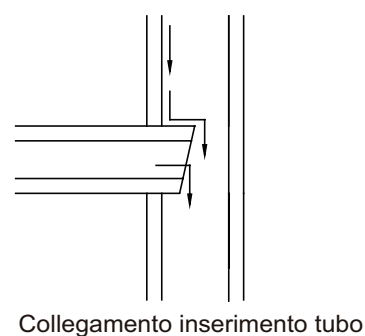

Fig. 4.3.8
- N°3: Inserimento connessione tubo orizzontale (Fig. 4.3.8).